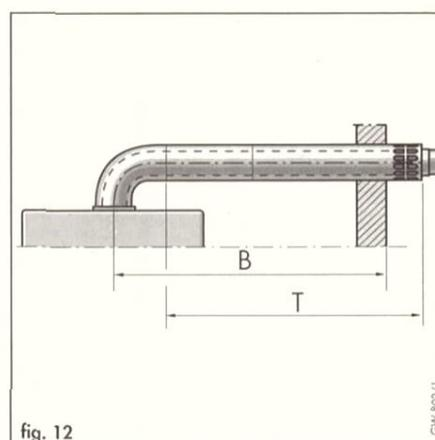

fig. 12
6.5.1.4 Esecuzione laterale (fig. 12)